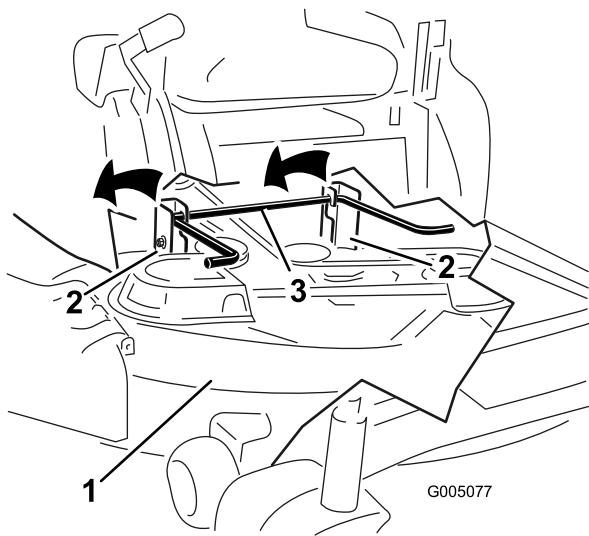

Figura 55
6. Eleve la carcasa de corte y separe ésta y las pletinas de suspensión de la varilla de elevación trasera; luego baje el cortacésped con cuidado al suelo (Figura 55).
- Eleve la parte trasera de la carcasa de corte y coloque las pletinas de suspensión sobre la varilla de elevación trasera (Figura 55).